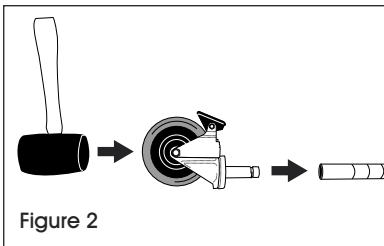

Figure 2
2. Engage the wheel brakes to keep casters from rolling during assembly. Use a rubber mallet to tap caster stems into posts. (See Figure 2)
1. Assurez-vous que le montant est placé comme illustré. (Voir Figure 2)
2. Enclenchez le frein des roues pour empêcher les roulettes de rouler pendant le montage. Utilisez un maillet en caoutchouc pour insérer la tige des roulettes dans les montants. (Voir Figure 2)